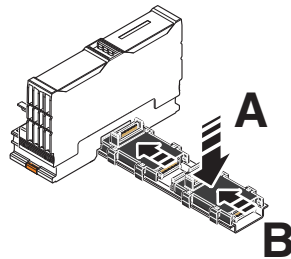

Abb. 6-9 Bussockelmodule untereinander und mit dem Buskoppler verbinden
- Setzen Sie alle für die Station erforderlichen Bussockelmodule auf die Tragschiene (Abb. 6-9, A). Achten Sie auf die richtige Ausrichtung der Bussockelmodule. Bei Montage auf waagerechter Tragschiene an der Wand muss das Logo lesbar sein und der aufgelaserte Pfeil zeigt in Richtung des Buskopplers.
- Schieben Sie die Bussockelmodule in den Anschluss des Buskopplers oder des vorhergehenden Bussockelmoduls (Abb. 6-9, B).